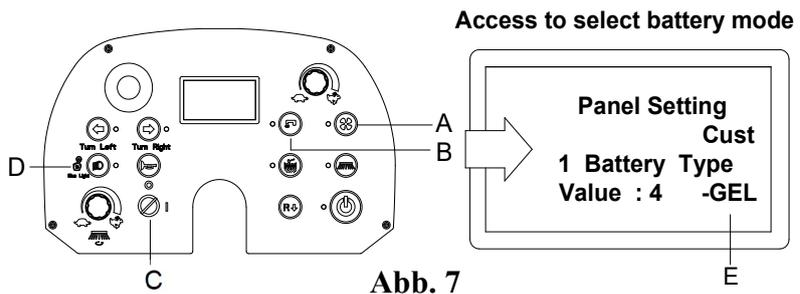

Abb. 7
7. Drücken Sie die Saugtaste (A, Abb. 7) und die Pumpentaste (B, Abb. 7) gleichzeitig.
8. Stecken Sie den Zündschlüssel (C, Abb. 7) ein und schalten Sie ihn auf „I“.
9. Einige Sekunden später wechselt das System in den Akkuauswahlmodus (Abb. 7).
10. Lassen Sie sowohl die Saugtaste (A, Abb. 7) wie die Pumpentaste (B, Abb. 7) los.
11. Drücken Sie die Saugtaste (A, Abb. 7) und die Pumpentaste (B, Abb. 7) um den Akkutyp auszuwählen (E, Abb. 7).
12. Drücken Sie die Scheinwerfertaste (D, Abb. 7), nach etwa 1 Sekunde wird auf dem Display „Update OK“ (Aktualisieren OK) angezeigt, was bedeutet, dass der Akkutyp eingestellt wurde. Anschließend die Maschine erneut starten. (C, Abb. 7).